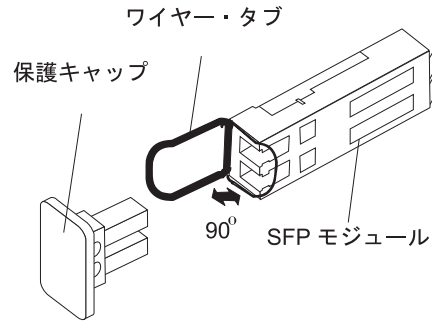

図 30. SFP モジュール・ラッチのアンロック - ワイヤー・タブの場合
- ・ ワイヤー・タブが入っている SFP モジュールの場合は、65 ページの図 30 に示すように、ワイヤー・ラッチを外側に 90° 引いて SFP モジュールのラッチをアンロックします。